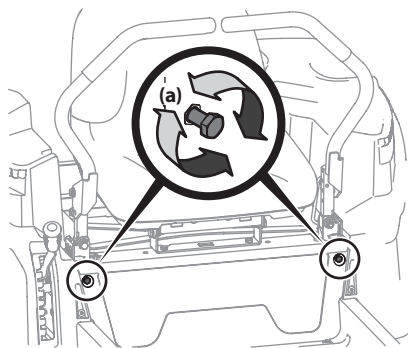

Figure 4-15
- Repérez les boulons de réglage (a) des barres de conduite à l'avant du châssis du siège. Voir Figure 4-15.